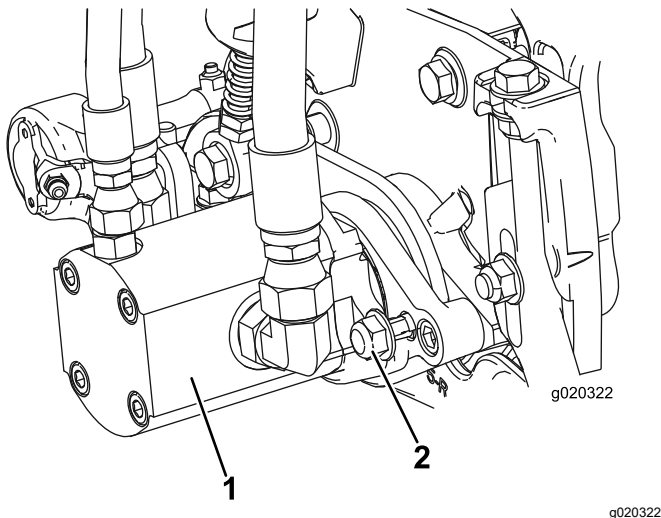

Figura 13
3. Instale el motor girándolo en sentido horario de modo que las bridas del motor no choquen con las contratuercas (Figura 13).